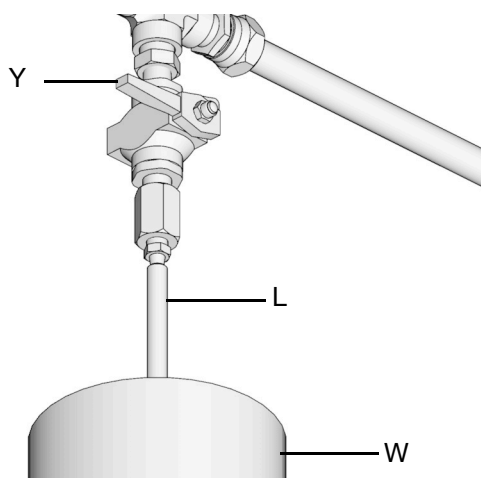

図 25:
- a. 補充ポンプ (F) と自動充填遮断 (B) 間の圧力開放は、供給ホース圧力開放バルブ (Y) を開いて行ってください (図 25)。圧力が解放され余剰の流体はドレンチューブ (L) から流れ出し潤滑剤オーバーフロー容器 (W)に入ります。